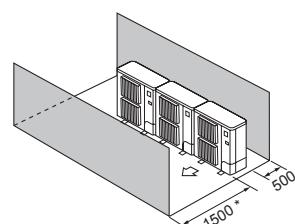

Fig. 2-16
- ④ Yanlızca öndeki ve arkadaki engeller (Fig. 2-16)